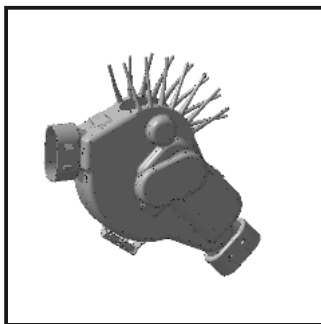

Рис. 62.
12.2.1. Футляр состоит из двух частей, соединённых между собой снизу осевыми шарнирами, которые позволяют раскрывать и закрывать футляр. В верхней части предусмотрены замки-защелки для запирания двух частей (Рис. 62).